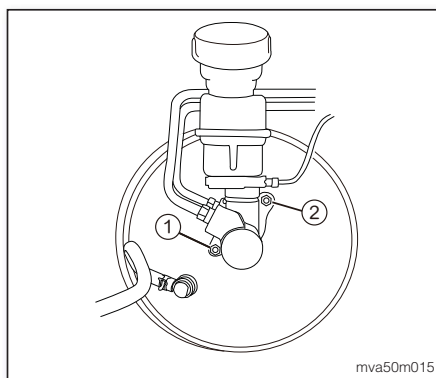

图15
7. 拆下制动总泵与制动助力器之间的固定螺母①、② (如图15)。